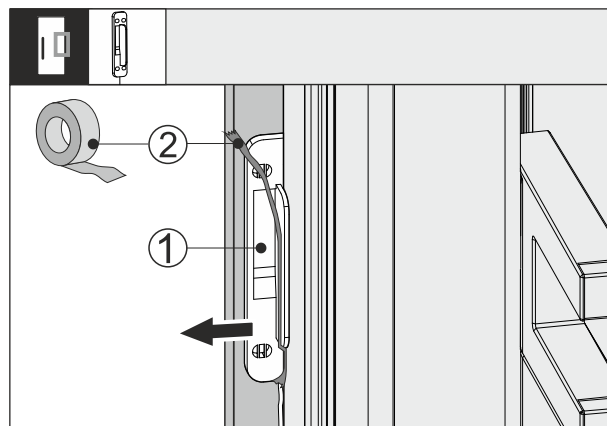

Fig. 63
- Lironi shiritin ngjytës Fig. 63 (2) në sensorin e trokitjes Fig. 63 (1).